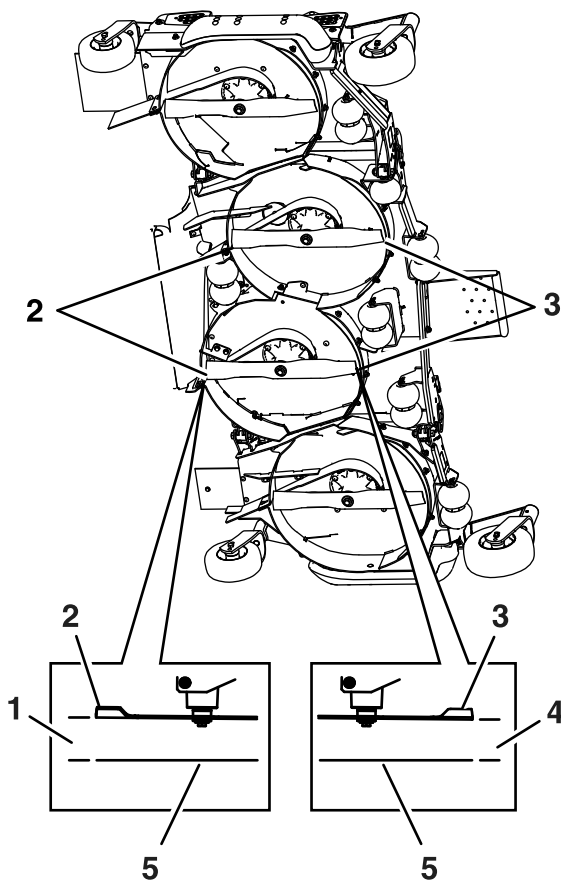

Figure 71
10. Mesurez la distance entre la surface plane et la pointe avant des lames gauche et droite du tablier central (Figure 71).